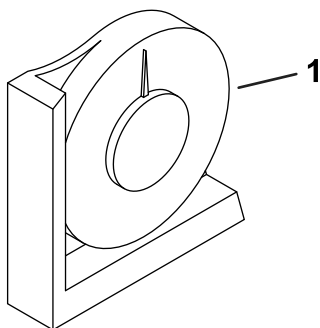

Figura 3
2. Verificai planeitatea mainii, amplasând un inclinometru portabil (furnizat împreună cu maina) pe ina transversală a cadrului, lângă rezervorul de combustibil (Figura 3).